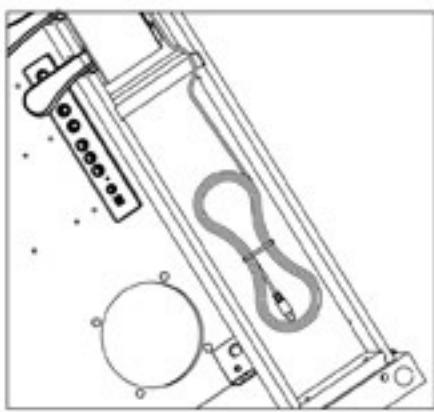

Fig. 3
- 2)** Togliere le relative protezioni in nylon e foam alle parti in legno liberando il cavo pedalini sottola traversa come Fig. 3